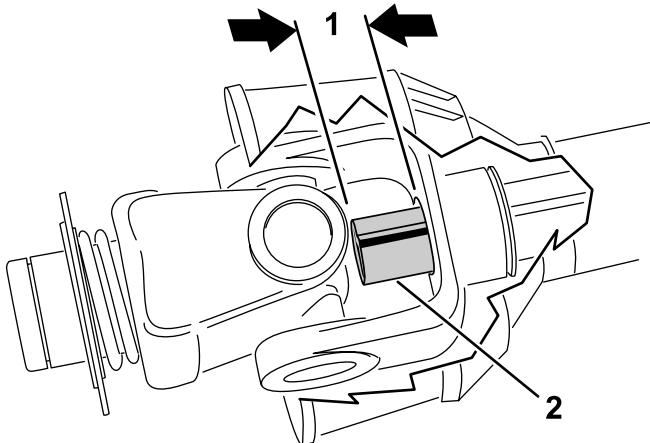

Figura 16
9. Faça deslizar os tubos do veio da tomada de força em simultâneo até ficarem totalmente recolhidos. Verifique se o tubo **interior** não se projeta para o cruzamento e para a secção do rolamento do outro tubo (Figura 16). Se isto acontecer, corte **mais** do tubo interior para corrigir o problema. Passe ao passo seguinte.
10. Meça a distância que o tubo interior se projeta para o cruzamento e para a secção do rolamento do outro tubo (Figura 16). Adicione esta distância à dimensão obtida no passo 8.